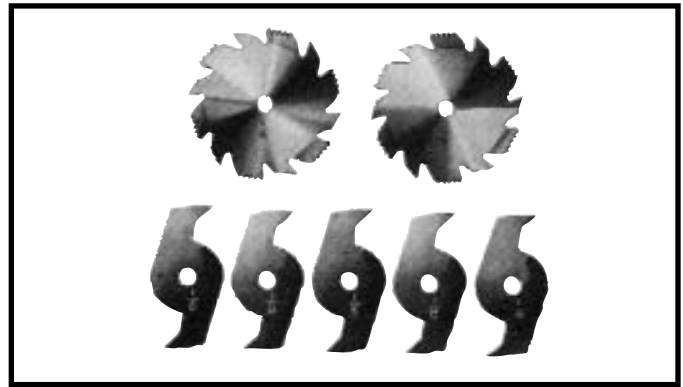
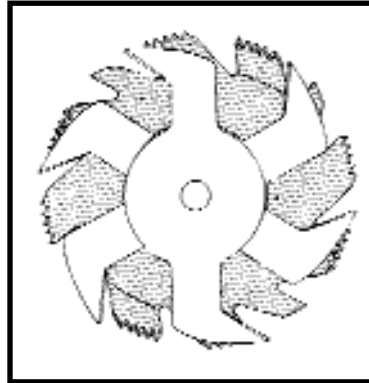
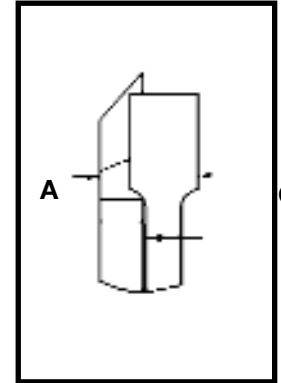

Fig. 44A
Fig. 45
Fig. 46
1. Le rainurage consiste à couper une feuilure ou une rainure large dans une pièce. La plupart des ensembles à rainurer sont constitués de deux scies externes et de quatre ou cinq couteaux internes (figure 44A). Diverses combinaisons de lames et de couteaux sont utilisées pour couper les rainures de 1/8 po à 13/16 po (3,1 à 20,6 mm) utilisées pour les étagères, préparer des joints, des tenons, des rainures, etc. Les couteaux sont fortement emboutis et doivent être disposés de sorte qu'ils s'insèrent dans les gorges des dents externes, comme le montre la figure 45. Le chevauchement de scie et couteau est illustré dans la figure 46, (A) est la scie extérieure, (B) un couteau intérieur, et (C) une rondelle ou des rondelles de papier, utilisés au besoin pour contrôler la largeur exacte de la rainure. Une rainure de 1/4 po (6,3 mm) est coupée avec les deux scies extérieures. Les dents de scies doivent être placées pour que le râteau d'une scie soit près des dents de coupe de l'autre scie